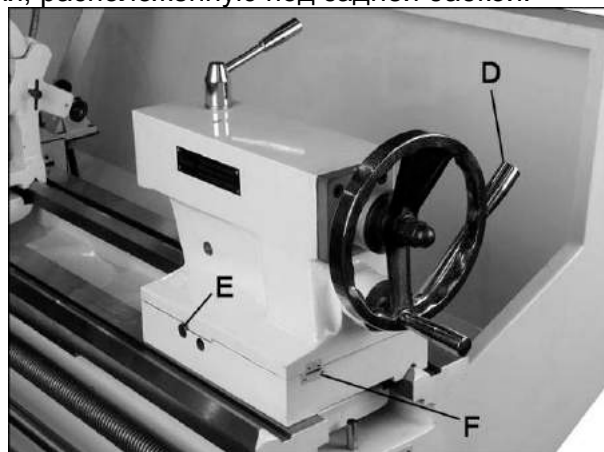

Рис.32
С помощью задней бабки можно точить заготовки с конусом до 5 градусов. См. Рис.32.
1. Ослабьте заднюю бабку, опустив зажимную рукоятку (D).
2. Поочередно ослабляйте и зажимайте передние и задние винты (E) (на Рис.32 показан только передний винт).
3. Отрегулируйте смещение задней бабки с помощью регулировочных винтов (Е, Рис.32).